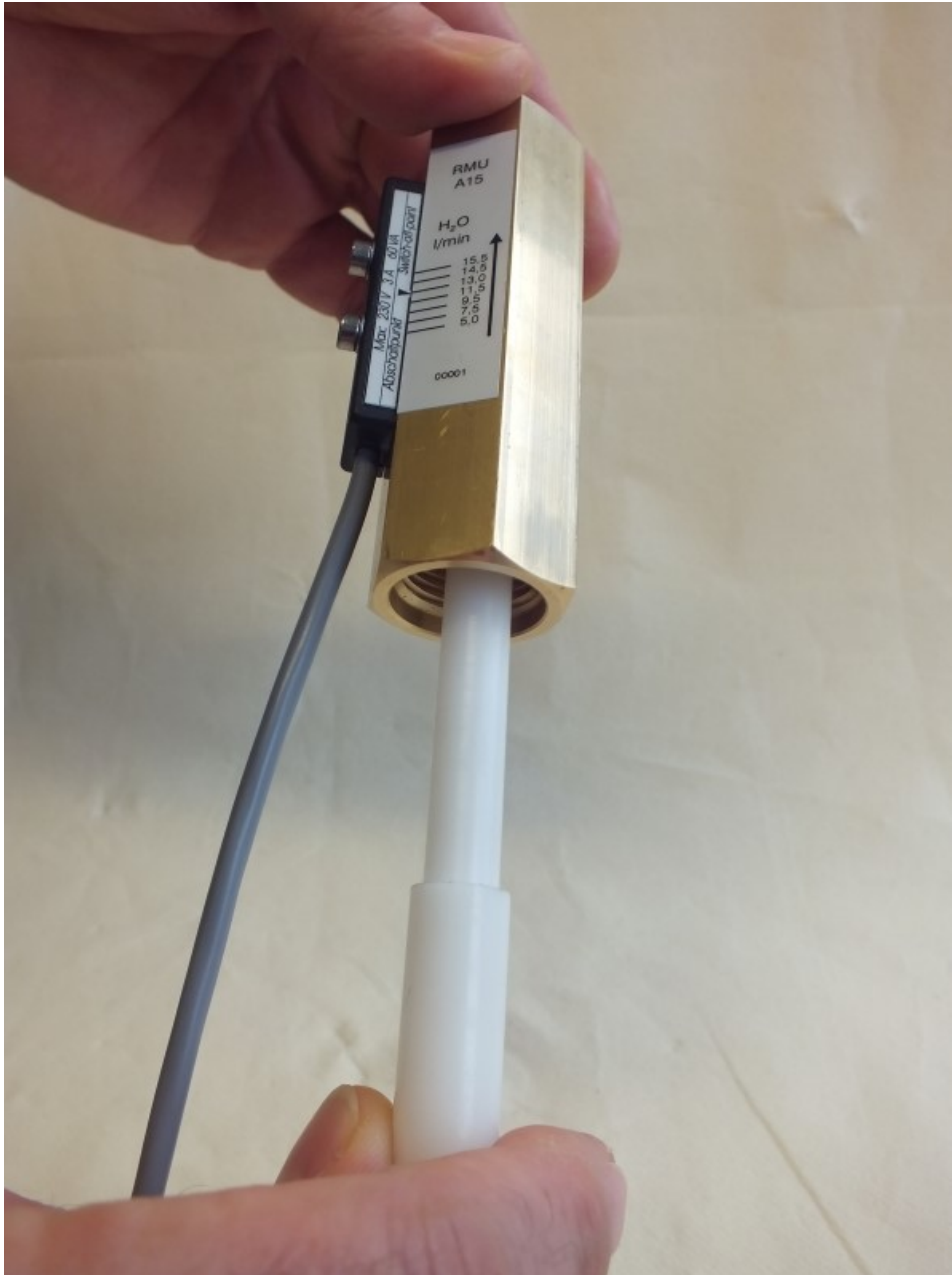

Abb. 31: Gängigkeit prüfen
5. Schwebekörper durch Druck mit dem Prüfstab (Abb. 31) auf leichte Gängigkeit prüfen